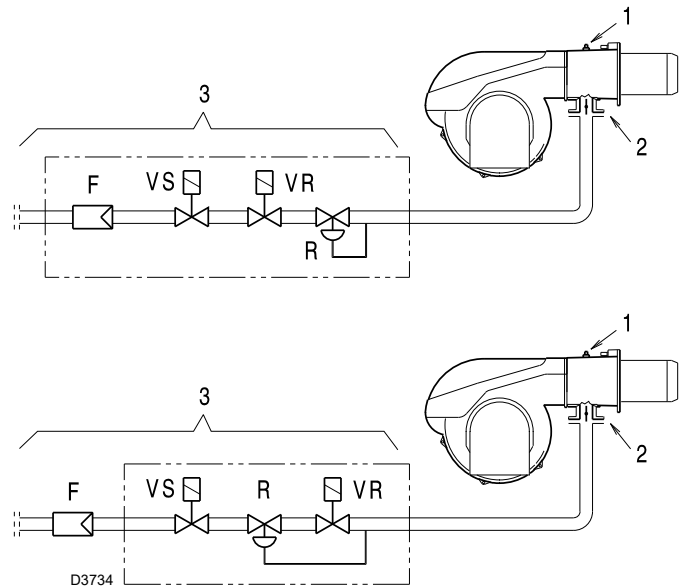

Abb. 23
Gasdruck, an der Entnahmestelle 1)(Abb. 23) gemessen mit:
Strömungsverlust Gasdrossel 2)(Abb. 23) bei maximaler Öffnung: 90°.
- Ziehen Sie vom Gasdruck am Anschluss 1)(Abb. 23) den Druck in der Brennkammer ab.
Gasdruck an der Entnahmestelle 1)(Abb. 23) = 11,7 mbar
Um stattdessen den an der Entnahmestelle 1) notwendigen Gasdruck zu ermitteln (Abb. 23), nachdem die höchste Modulationsleistung festgelegt wurde, bei der der Brenner arbeiten soll:
- Lesen Sie rechts, in Spalte 1, den Druck an der Entnahmestelle 1)(Abb. 23) ab.
An der Entnahmestelle 1)(Abb. 23) erforderlicher Druck.